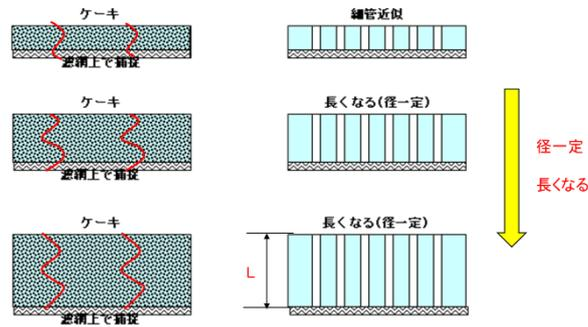

図1 ケーキ濾過のモデルイメージ
- ① ケーキ濾過：毛細管長が長くなる(径は一定) <図1>